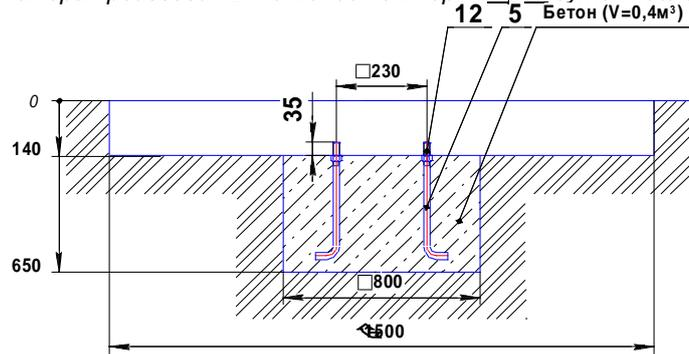

Рис. 3
- Подготовить приямок согласно рис.3
- Установить в приямок болты анкерные (поз.5) по согласно рис.3. Произвести заливку приямка бетоном. Поверхность бетона выровнять горизонтально по уровню.